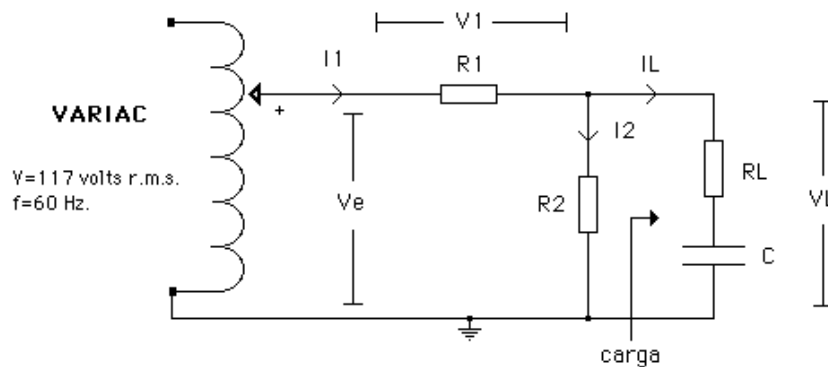

Figura 7.2 Circuito AC
- 4.- Dado el circuito de la figura 7.2, desarrolle las ecuaciones para I_1 , I_2 , I_L , V_1 , V_L ; la potencia activa que entrega la fuente AC, (P_{AC}); la potencia reactiva que entrega la fuente AC, (Q_{AC}); la potencia total que entrega la fuente AC, (S_{AC}); la potencia activa, reactiva y total en R_1 , (P_{R1} , Q_{R1} y S_{R1}); la potencia activa, reactiva y total en R_2 , (P_{R2} , Q_{R2} y S_{R2}); la potencia activa, reactiva y total en la carga, (P_L , Q_L y S_L), utilizando los valores indicados por su profesor y considerando que la fuente de voltaje AC (variac) es ideal (no tiene resistencia).
- 5.- Realice el análisis TRANSIENT del circuito de la Figura 7.2 para obtener dos o tres ciclos de las siguientes variables, de forma que se pueda observar el desfase entre las formas de onda mencionadas. Utilice marcadores diferenciales cuando sea necesario.
7.- Monte el circuito de la figura 7.2, ajustando el reóstato R al valor indicado por su profesor. Coloque los canales CH1 y CH2 del osciloscopio para medir V_e y V_L , el voltímetro AC para medir el voltaje V_1 y el amperímetro AC para medir la corriente I_L . Utilice el multímetro digital para registrar también el voltaje V_L . Para medir I_1 e I_2 utilice los amperímetros AC que estén disponibles, o hágalo en forma indirecta, una vez que haya medido con el óhmetro digital las resistencias R1 y R2.